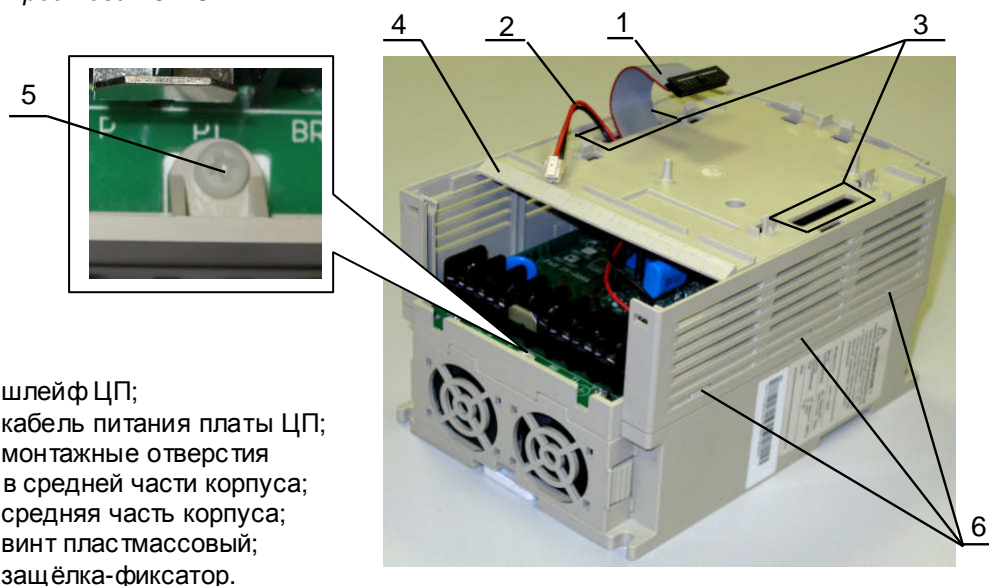

Рис. 7.14.
7.2.5. Установить перемычку между клеммами P и P1 на силовой клеммник и закрепить её винтами. (рис. 7.14).
7.6.1. Установить среднюю часть корпуса 4, продев в монтажное отверстие 3 разъем 2 провода питания платы ЦП и разъем 1 шлейфа ЦП (рис. 7.14), и приложив к средней части корпуса усилие вниз до щелчка. Убедиться, что все защёлки- фиксаторы защёлкнулись. Вкрутить пластмассовый винт 5.